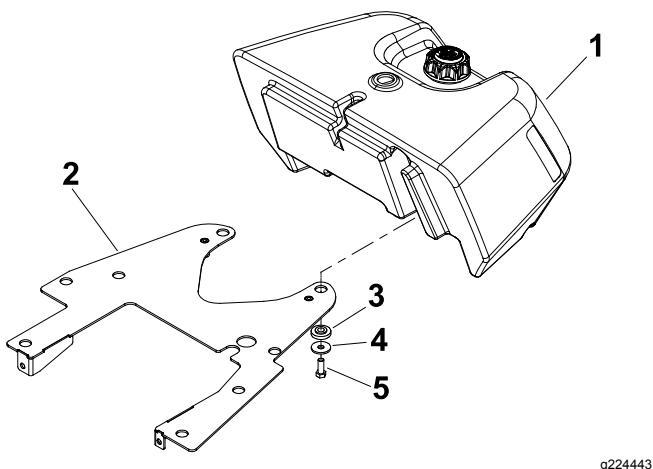

図 5
1. 燃料タンクをタンク取り付けプレートに固定しているキャップスクリュ4本、平ワッシャ、フランジブッシュを外す図5。
1. 燃料タンクをタンク取り付けプレートに取り付ける先に外したキャップスクリュ、平ワッシャ、フランジブッシュを使用する図 5 燃料タンクを取り外す (ページ 7) を参照。